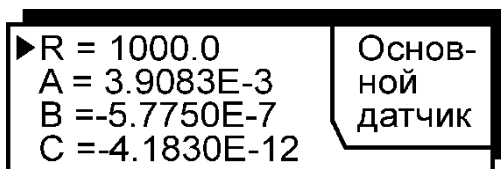

Рисунок 18 — Параметры ТСП
2.16.2 Каждый датчик представляет собой платиновый термометр сопротивления (ТСП) и имеет собственный независимый блок параметров, соответствующий ГОСТ 6651 (рисунок 18):